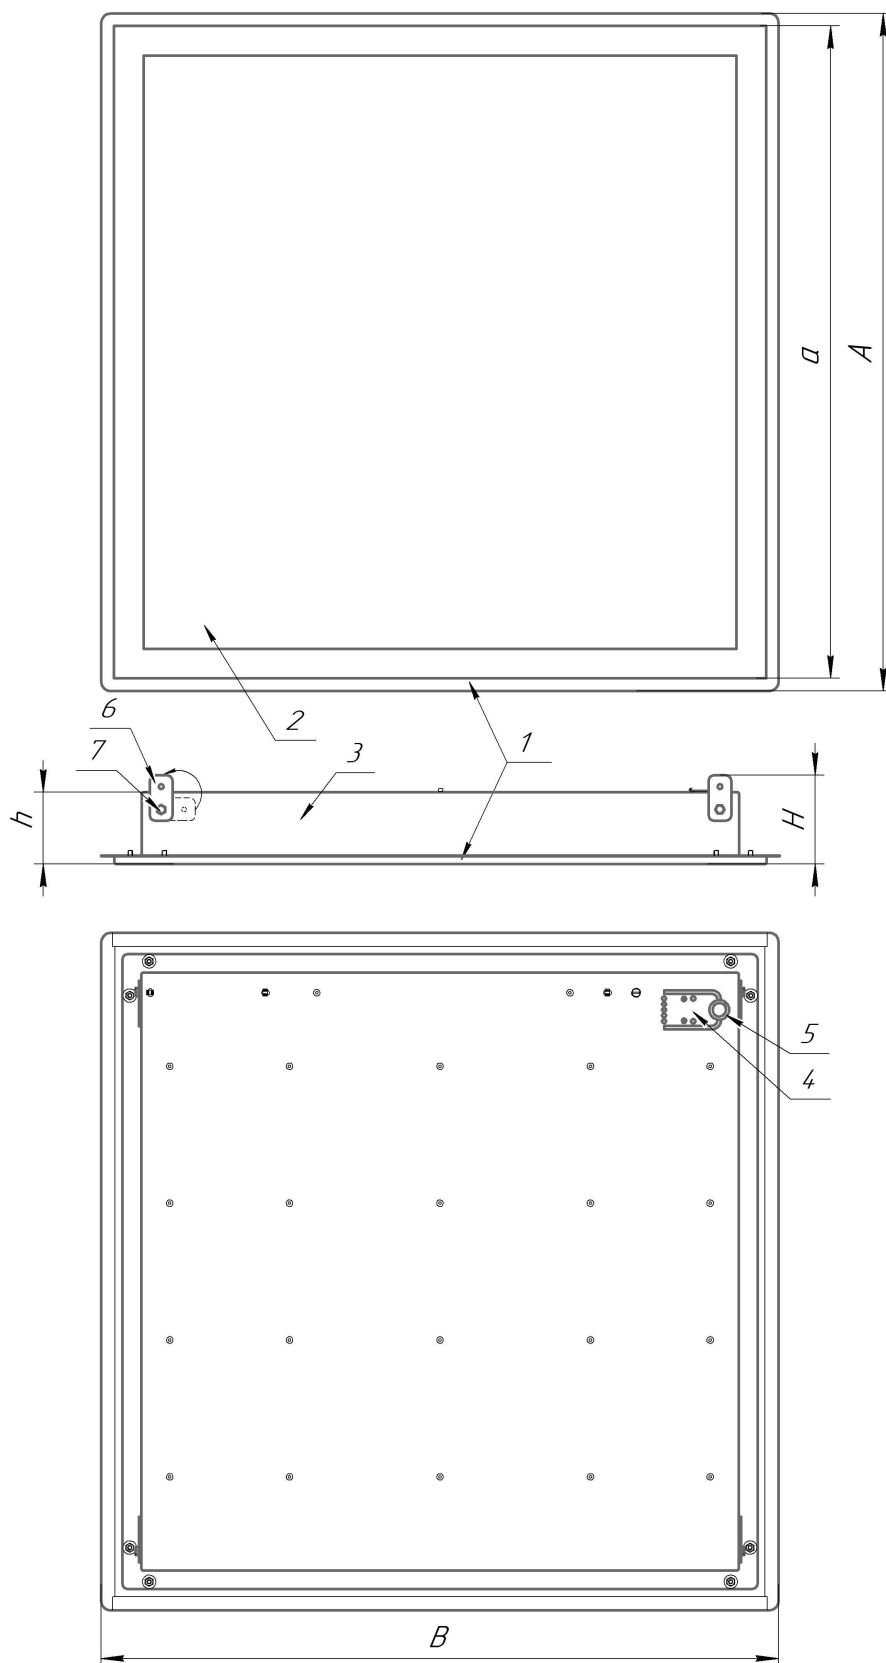
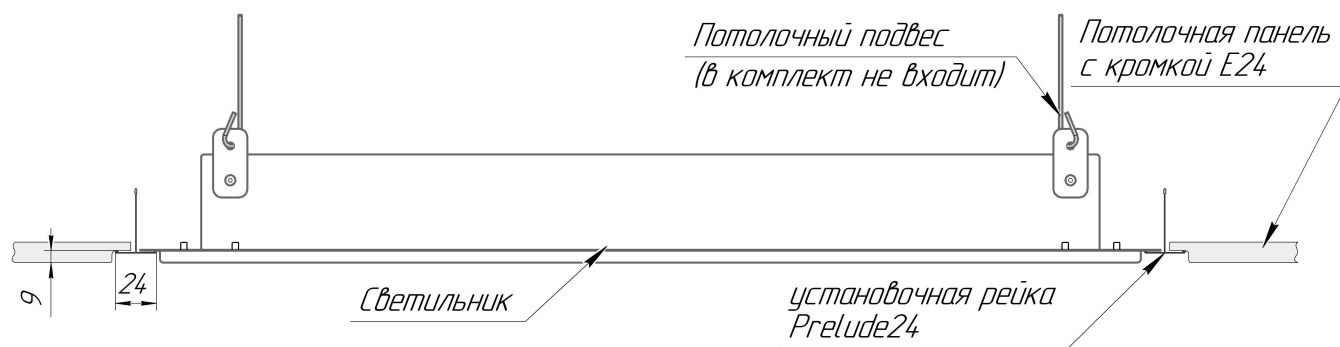
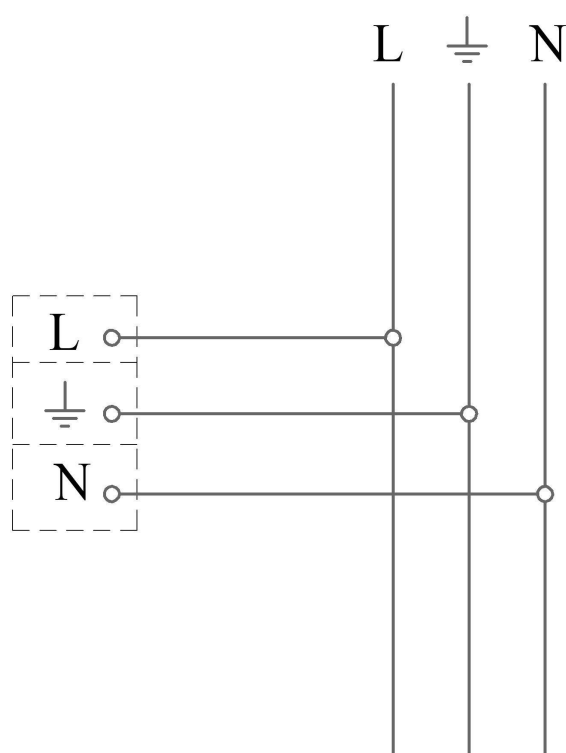

Рисунок 1 – Светильник ДВО12 E24
Рисунок 2 - Схема установки светильника ДВО12 E24
Рисунок 4 - Схема подключения светильника к сети
3.2 Светильник ДВО12 E24 (рис. 1 приложения А) состоит из обечайки поз. 1, рассеивателя поз. 2, корпуса со встроенным светодиодным модулем и источником питания поз. 3, клеммной колодки на отгибающемся язычке поз. 4, пластин подвеса поз.6.
5.5 Поверните пластины подвеса поз. 6 в вертикальное положение (рис. 1). Установите светильник на потолочные рейки таким же образом, как и потолочные панели (рис. 2).
5.6 Проденьте проволочные подвесы (в комплект не входят) через отверстия пластин подвеса (поз. 6 рис. 1) и закрепите их на несущей запотолочной поверхности.
5.7 Для подключения светильника к сетевому проводу (см. рис. 4) снимите кольцо (поз. 5 рис. 1), отогните язычок с клеммной колодкой (поз. 4 рис. 1). Проденьте сетевой провод через кольцо и подключите к клеммной колодке согласно схеме, приведённой на рис. 4.